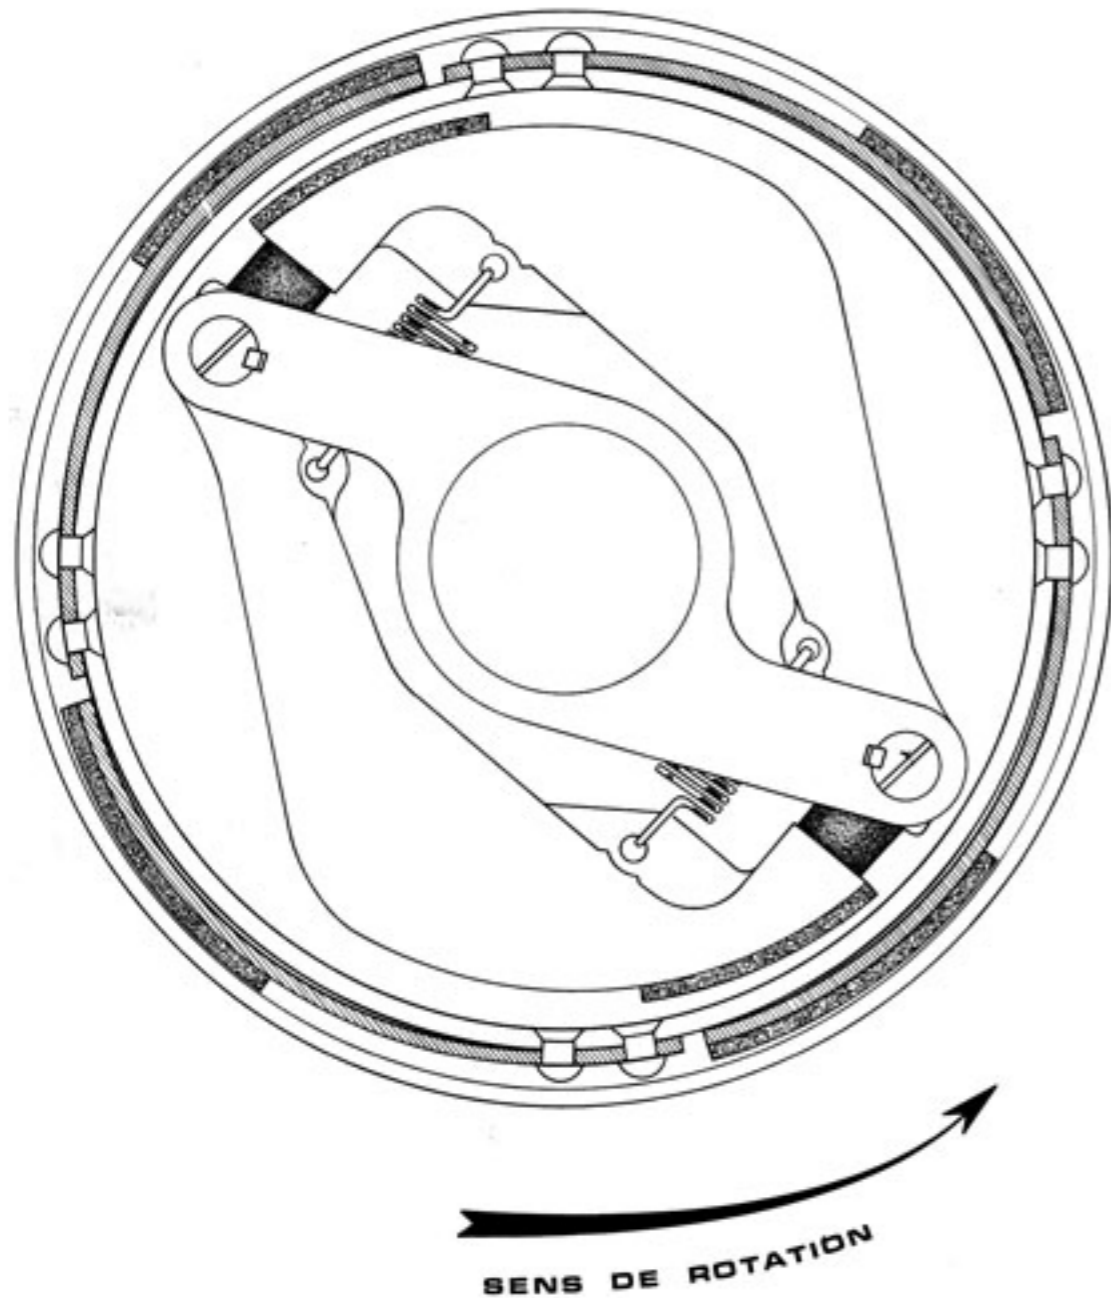

Fig. 1
- Déposer les masselottes en les faisant glisser verticalement sur leur axe (repérer le sens de montage, Fig. 1).